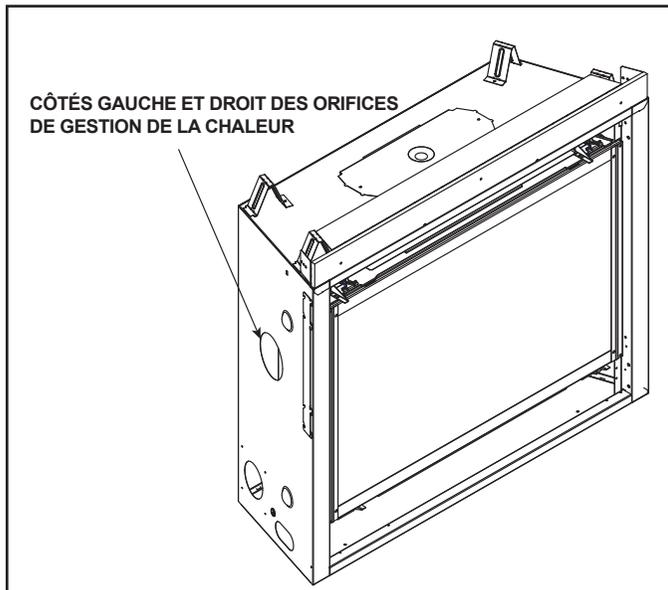

Figure 6.17 Emplacements des alvéoles défonçables de la gestion de la chaleur
- Localisez les orifices d'accès du système de gestion de la chaleur à gauche et à droite de l'appareil. Il faut installer un ou deux Heat-Zones® ou un kit Heat-Out-Gas. Voir la figure 6.17. Retirez les alvéoles défonçables de l'appareil à l'aide de cisailles de ferblantier.